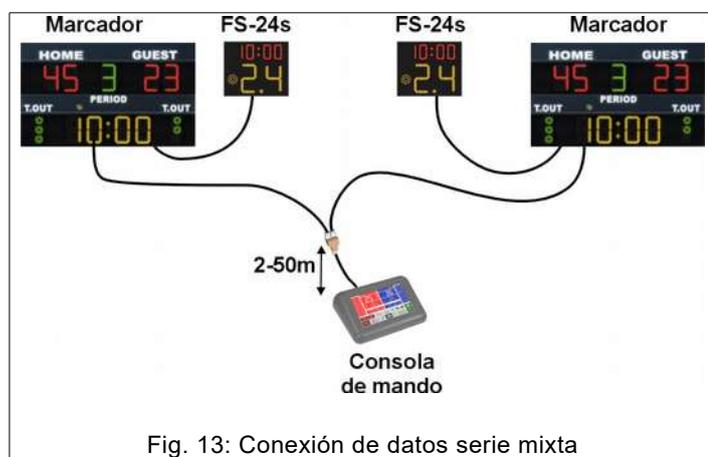

Fig. 13: Conexión de datos serie mixta
3. Conexión mixta de los dos tipos anteriores. En la Fig. 13 se ilustra un ejemplo donde se han utilizado las salidas serie de los marcadores para conectar los marcadores de 24 segundos.